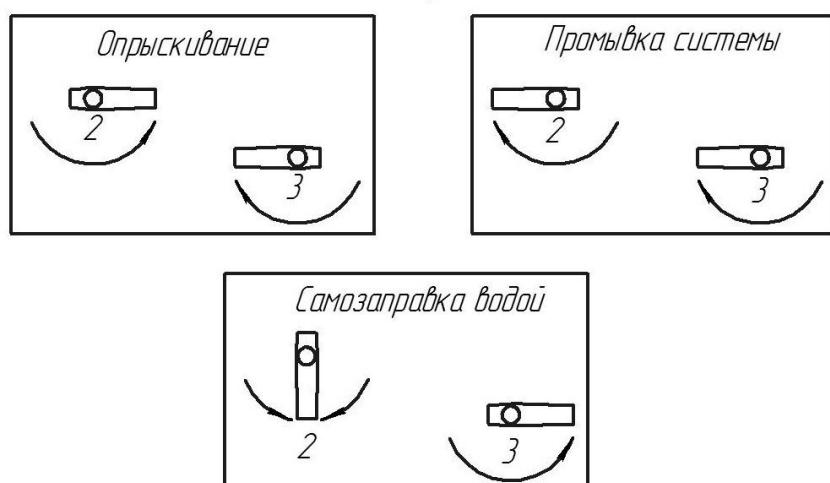

Рис. 9. Положения рукояток трехходовых кранов при различных режимах работы.
5.4.1. Опрыскиватель может работать в следующих режимах (рис. 9):
- б). Установить рукоятки трехходовых кранов 2 и 3 (рис. 9) в положение «Опрыскивание».
- a). Установить рукоятки трехходовых кранов 2 и 3 (рис. 9) в положение «Опрыскивание».